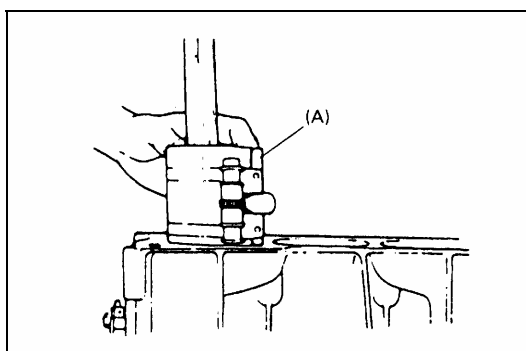

Рис. 4-71.
4). Установить поршень с шатуном в цилиндр, сжать поршневые кольца с помощью специального инструмента (инструмент для сжатия поршневых колец), соединить шатун с коленчатым валом. Аккуратно постучать по верхней поверхности поршня ручкой молотка, вставить поршень в гильзу цилиндра. Плотнo сжимать кольца специальным захватом до тех пор, пока они не войдут в гильзу цилиндра полностью, Рис. 4-71.